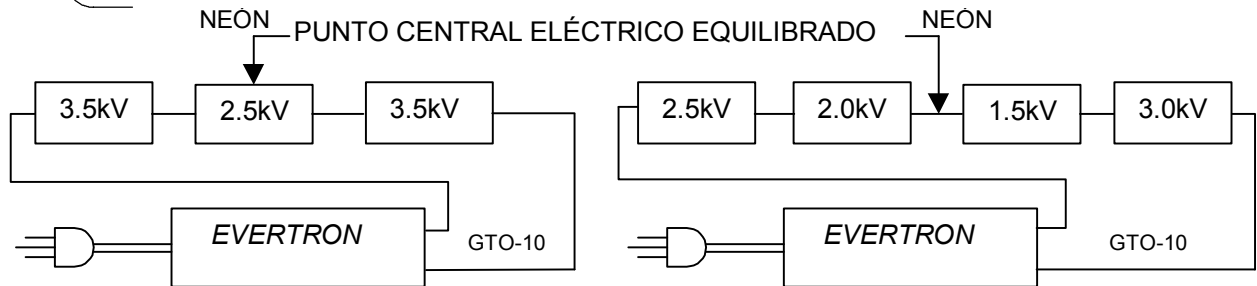

FIGURA 2
- Los cables de salida (GTP 10) de la fuente de alimentación se deben conectar como se muestra en la Figura 2.